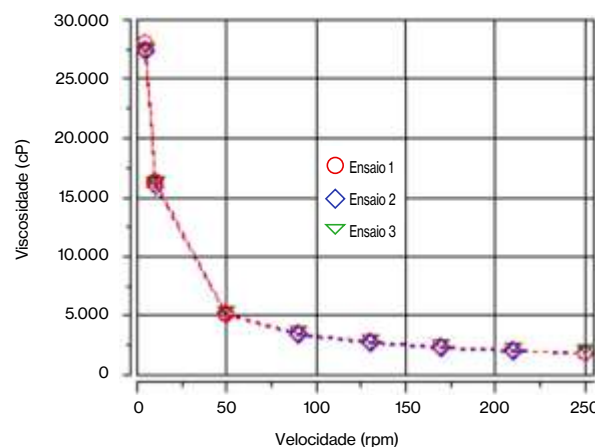

Figura 1: Detergente para máquina de lavar louças a 70–72 °F (21,1–22,2 °C)
- Figura 1: Mostra o comportamento pseudoplástico (a viscosidade diminui ao passo que a taxa de cisalhamento aumenta).
- Figura 1: Viscosidade vs. velocidade de rotação a 21-22 °C, exibindo comportamento pseudoplástico.